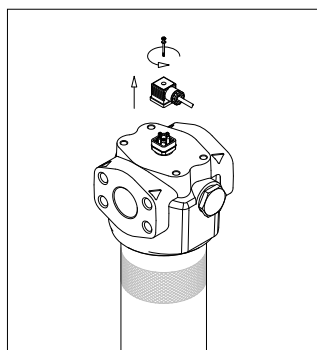

fig. 13
- (Fig. 13) Rimuovere il connettore dell'indicatore differenziale svitando la vite centrale (solo per gli indicatori elettrici)
- Per il montaggio/smontaggio dell'indicatore e del connettore fare riferimento al paragrafo "Sostituzione indicatore" sopra (Fig. 13÷16).